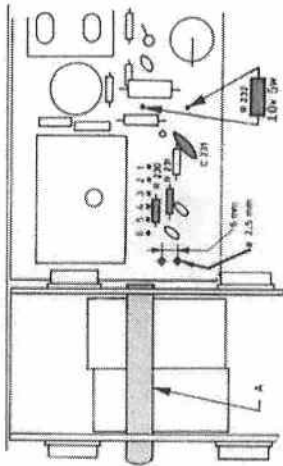

Fig. 5. Montering av kantkontakt for stereodekoder 4-2 i Huldra 8.
Ta sjaaset ut av kabinettet. Fig. 5 og 6 viser MF-platen i apparatet med lavere serienummer enn 427 200. I apparatet med høyere serienummer er kondensatorene C238 og C242 montert på komponentensiden. Videre er blå og sort ledning koplet til vendersesksjonen. Punkt 6 og 7 i monteringsanvisningen kan utelates for høyere serienummer.
4. Bør et 2,5 mm hull i platen som vist på fig. 5.
6. Tvinn ledningene (sort og blå) sammen og lodd dem til vendersesksjonen og MF-platen som vist på fig. 5.
8. Ta ut festeøyten A (fig. 5) og monter den som vist på figuren. Plugg dekoderen inn i kantkontakten. Foliesiden skal vende mot FM-detektor boksen. Monter festeskruen fra MF-platens folieside.